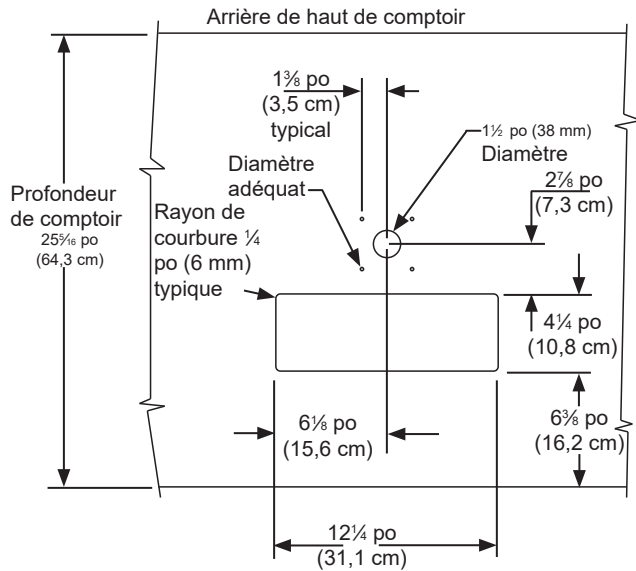

Figure 38
4. Si vous installez votre réfrigérateur à fûts sous un comptoir, vous devrez percer 5 orifices dans le dessus de comptoir pour y monter la tour. Le premier de ces orifices fait $1\frac{1}{2}$ po de diamètre au centre de l'emplacement de la tour, pour la conduite de bière, à situer à environ $13\frac{1}{2}$ po (34,3 cm) du bord avant du haut de comptoir (sur la base d'une largeur de comptoir standard de $25\frac{5}{16}$ po). Ensuite vous percez 4 orifices de montage selon les dimensions de la Figure 38. Leur diamètre dépend du matériau du haut de comptoir et de l'éventuelle nécessité de chevilles. Les vis fournies sont dans le paquet de la littérature, ce sont des vis en acier inox type AB de 10 x 1 po. Marquez et réalisez la découpe pour le puisard de drainage. Une fois les orifices percés et le réfrigérateur pour fûts en place sous le dessus de comptoir, passez la conduite de bière au travers du joint de la tour, dans le orifice de $1\frac{1}{2}$ po dans le dessus de comptoir, et le orifice en haut du réfrigérateur pour fûts. Montez la tour sur le dessus de comptoir avec les 4 vis fournies. Placez le puisard de drainage, tiré du paquet de littérature, dans la découpe rectangulaire avec son encoche ronde vers l'arrière contre la tour, et placez la grille dessus.
Les dimensions de découpe montrées en Figure 38 sont basées sur un haut de comptoir de profondeur $25\frac{5}{16}$ po (64,3 cm). Votre comptoir peut avoir une dimension différente et nécessite un autre positionnement d'avant à arrière. Référez-vous aux dimensions de produit en pages 6 pour déterminer les mesures requises.